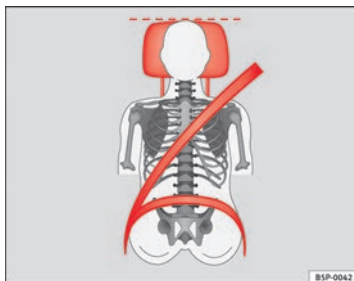

Abb. 13 Richtiges Gurtbandverlauf und richtige Kopfstützeinstellung von vorne betrachtet
- Das Schultergurtteil des Sicherheitsgurtes muss über die Schultermitte und niemals über den Hals verlaufen. Der Sicherheitsgurt muss flach und fest am Oberkörper anliegen ⇒ Abb. 13.